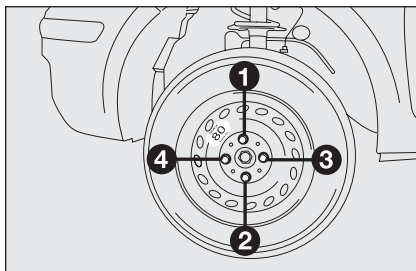

fig. 6
- en se servant de la clé fournie, visser à fond les boulons, en passant alternativement d'un boulon à un autre diamétralement opposé, suivant l'ordre numérique illustré sur la **fig. 6**;